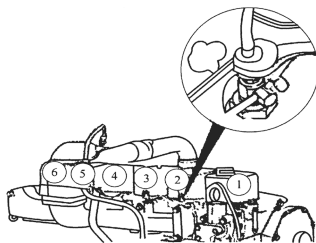

图 1-265 排除高压油路中的空气
(2) **排除高压油管中的空气** 拧松固定在喷油器端的第一根高压油管固定螺母,起动发动机,使空气溢出,然后拧紧螺母 ($24 \text{ N} \cdot \text{m}$)。再分别对第二根到第六根高压油管逐一放气,直到发动机运转平稳为止,如图1-265所示。